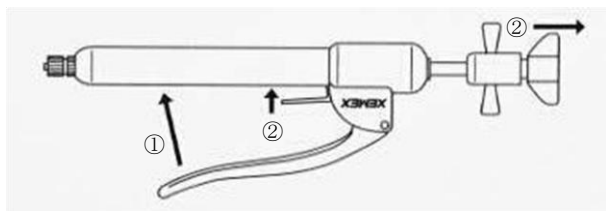

図3：砕石方法
- 2) 砕石は、①ハンドルのグリップレバーを握るか、②リリースレバーを押したままローテータを引き出すことにより行えます。(図3 参照)